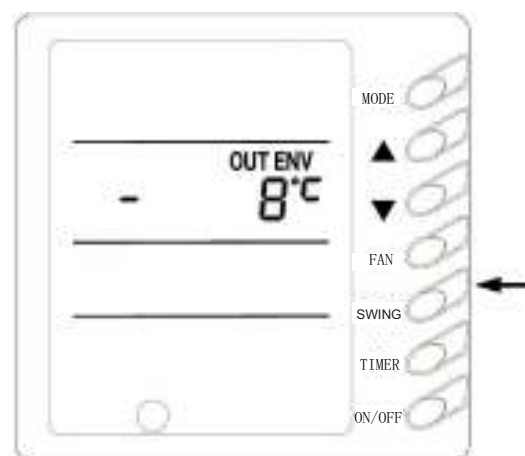

Рис.4.14
7. Настройка режима экономии энергии (Рис.4.14)